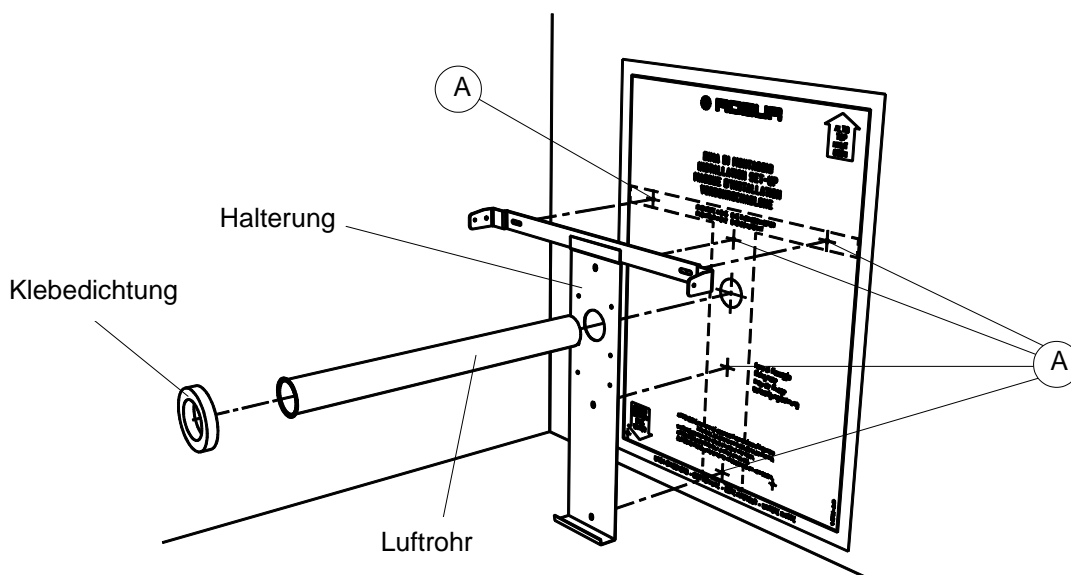

Abbildung 7 – Positionierung der Halterung und Bohrungen für die Modelle 41, 42, 51 und 52
4. Führen Sie die Bohrung (\varnothing 50 mm) für das Hauptrohr aus und die Bohrungen A (siehe Abbildung 7) zur Befestigung der Wandkonsole (6 mm-Bohrungen zum Einsetzen der mitgelieferten Dübel ausführen).
7. Die Halterung und das Luftrohr \varnothing 49 positionieren und dabei darauf achten, dass die Aufbördelung bündig mit der Halterung ist (siehe Abbildung 7).
8. Die Halterung mit Schrauben befestigen und die runde Klebedichtung um die Bohrung der Halterung anbringen (siehe Abbildung 7).